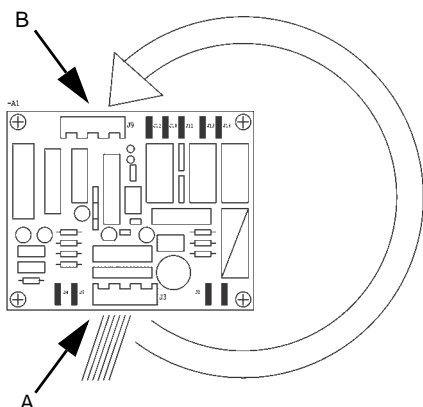

Fig. 5 Scheda elettronica
2. Rimuovere il connettore di controllo dalla sua posizione originale, vedi fig. 5, pos. A e inserire il connettore nella posizione di emergenza, vedi fig. 5, pos. B.